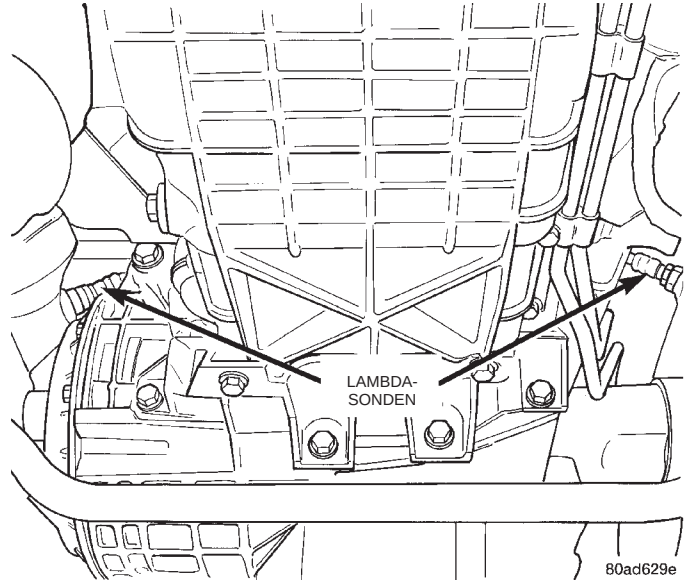

Abb. 44 Nachgeschaltete beheizte Lambda-Sonden
(17) Sicherstellen, daß die Steckverbinder an den nachgeschalteten beheizten Lambda-Sonden angeschlossen sind (Abb. 44).